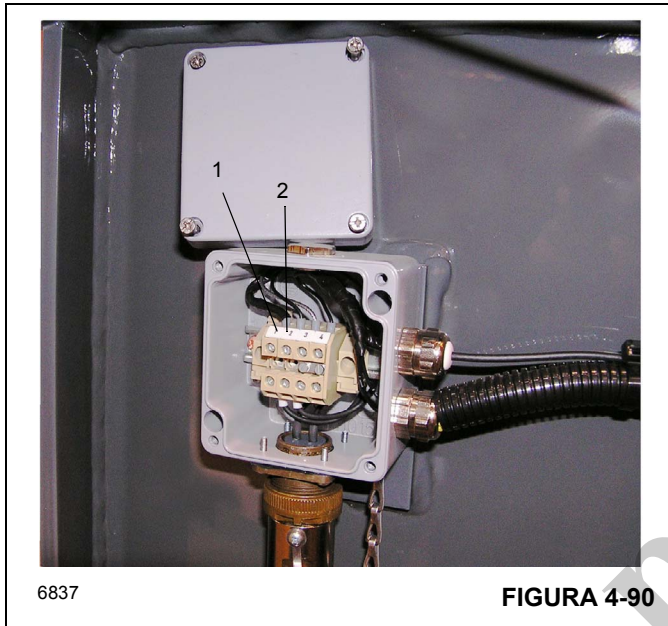

FIGURA 4-90
- d. Conecte el alambre "SHD" (Figura 4-90, 1) al borne 1 y el alambre "CORE" (Figura 4-90, 2) al borne 2.